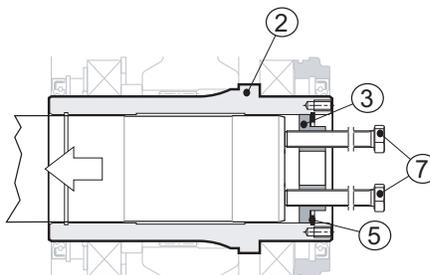

Fig. 14
Inserire nei due fori filettati presenti sul fondello (pos. 3) n° 2 viti (pos. 7), avvitarle fino ad appoggiarle all'albero della macchina (pos. 1), quindi continuare ad avvitarle in modo alternato, facendo al massimo un giro per volta (vedi Fig. 14 (pag. 25)).